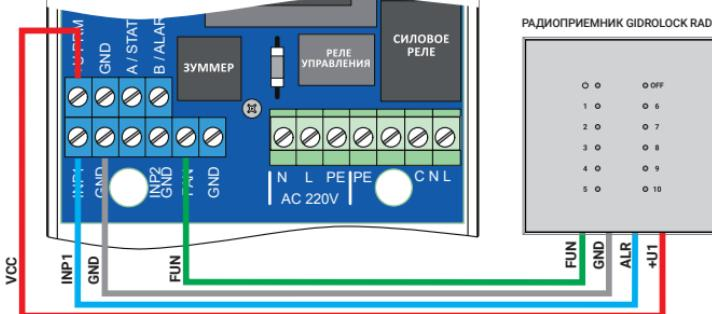

Рис. 7. Схема подключения радиоприемника GIDROLOCK RADIO
**GIDROLOCK RADIO.** Схема подключения приведена на рис. 7. К одному радиоприемнику GIDROLOCK RADIO можно подключить до 10 беспроводных радиодатчиков WSR, и до 10 радиопультов GIDROLOCK «ЗАКРЫТЬ/ОТКРЫТЬ». Клеммы **FUN – OUT1:** можно использовать для управления состоянием шаровых электроприводов посредством SMS команд (ЗАКРЫТЬ/ОТКРЫТЬ).